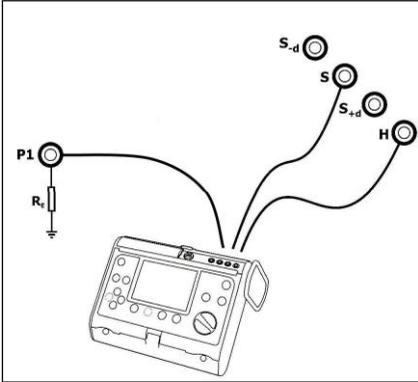

Abb. 7. Anschließen des Messgeräts
- Schließen Sie das Erdungswiderstandsmessgerät (MRU-XXX) an die Buchsen an, wie in Abb. 7 gezeigt,